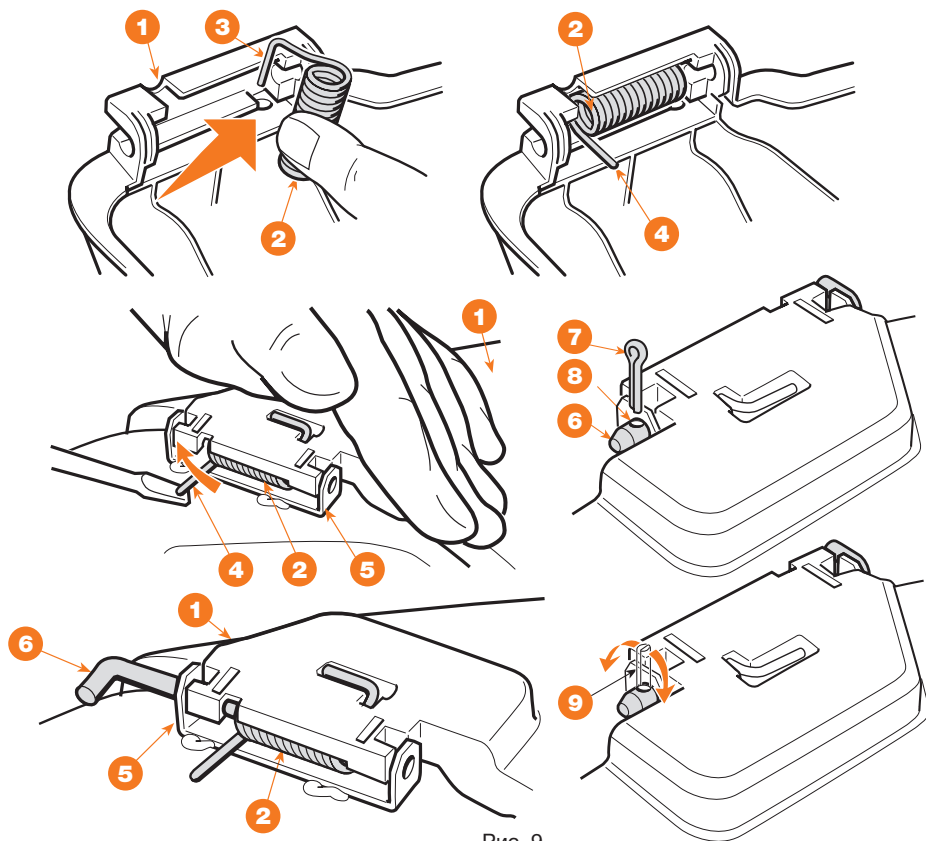

Рис. 9
- С внутренней стороны бокового желоба для выброса **1** установить пружину **2**, вставив конец **3** в отверстие и повернуть ее так, чтобы пружина **2** и конец **4** были плотно установлены в соответствующих гнездах (Рис. 9).